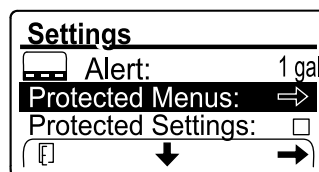

Figura 108
1. Introducei codul PIN pentru opțiunea PROTECTED MENUS (Meniuri protejate) (Figura 108), consultai Accesarea meniurilor protejate \(Pagină 25\).